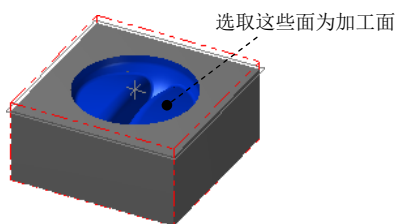
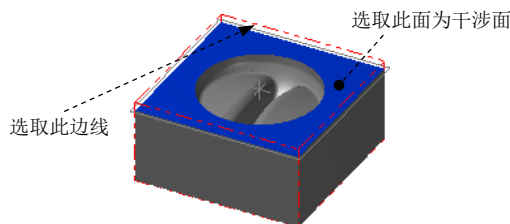

图 4.18 选取加工面
图 4.19 选取干涉面
Step2. 设置加工区域。在图形区中选取图 4.18 所示的曲面（共 36 个），然后按 Enter 键，系统弹出“刀具路径的曲面选取”对话框。单击 **检测** 区域中的 按钮，选取图 4.19 所示的面为干涉面，然后按 Enter 键。单击 **Containment boundary** 区域中的 按钮，系统弹出“串连选项”对话框，采用“串连方式”选取图 4.19 所示的边线，单击两次 按钮完成加工面的选取，同时系统弹出“曲面精加工浅平面”对话框。